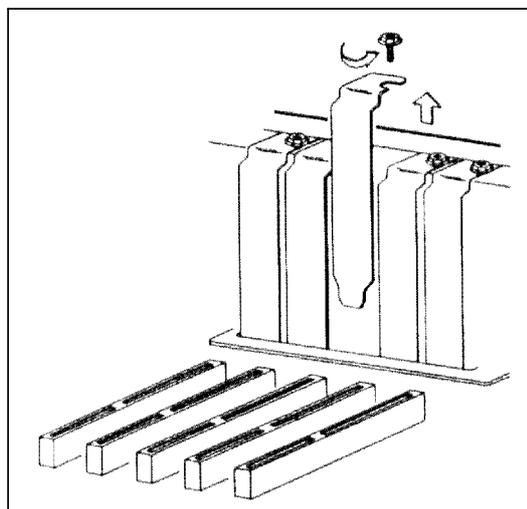

Figure 1
- ♦ Retirez la plaque de protection de l'un des emplacements libres du BUS PCI (Voir figure 1) .